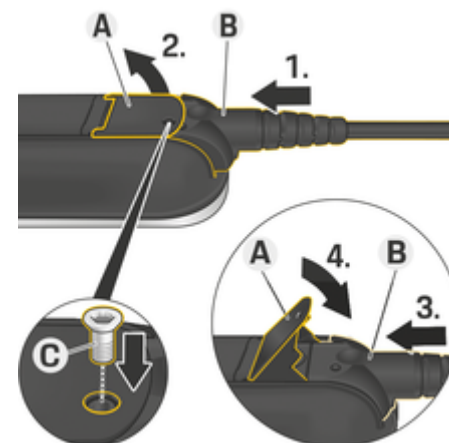

Fig. 39 Conectando cabos e prendendo conectores
- ✓ A alavanca **A** (Fig. 39) está fechada.
1. Insira o conector **B** (Fig. 39) na unidade de comando até sentir a resistência pela primeira vez.
5. Prenda o conector **B** na unidade de comando com o parafuso **C** (Fig. 39).